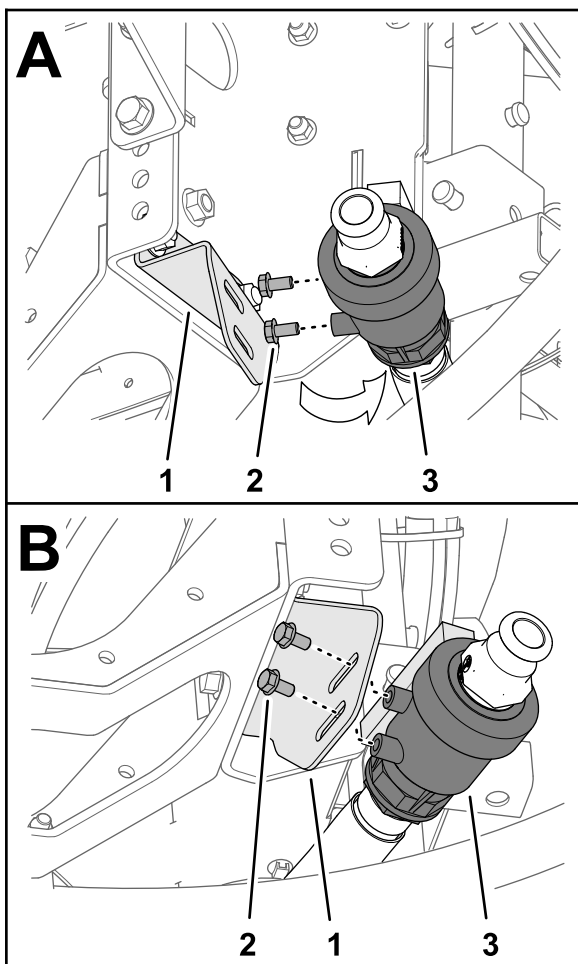

Bild 14
3. Nehmen Sie die zwei Bundkopfschrauben (5/16" x 5/8") vom Gehäuse des Ablassventils ab (Bild 14).